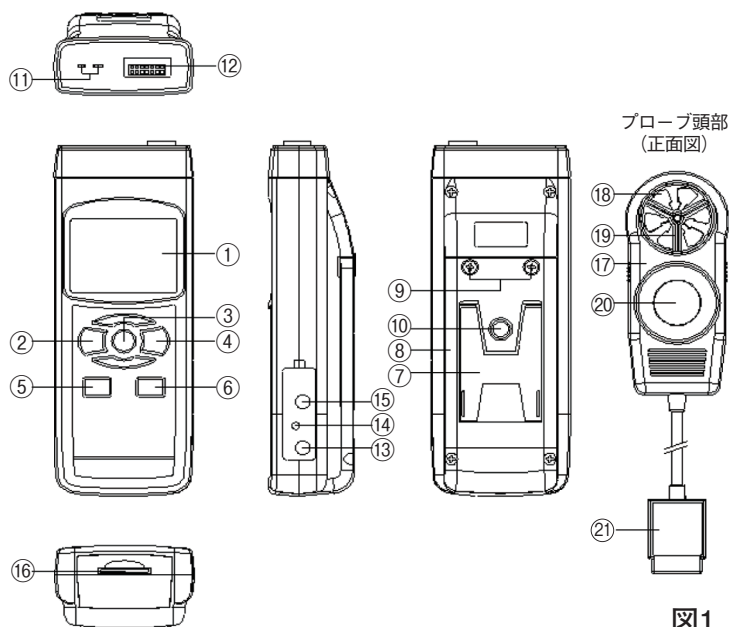

図1
まず初めに、データロガー等の機能を有効にするために、現在時刻等の設定等を行う必要があります。POWER(電源)ボタン(②、図1)を押して、本器の電源を入れます。また、このボタンを2秒以上長押しすると電源が切れます。
電源を入れた状態でSETボタン(⑤、図1)を2秒以上長押しすると「SET dAtE」と表示部(①、図1)に表示され、「初期設定」モードに入ります。そしてNEXTボタン(③、図1)を一回ずつ押す毎に下記の7つの設定画面に切り替わります。
備考: 「初期設定」機能を実行中にESCボタン(②、図1)を押すと、「初期設定」機能が終了し、通常測定画面に戻ります。
- (1) ENTERボタン(④、図1)を1回押します。▲ボタン(⑥、図1)または▼ボタン(⑤、図1)を押して、値を調整してください。希望する値を設定し、再度ENTERボタン(④、図1)を一度押すごとに、次の値の調整に移ります。最初に年(yy)の値を設定し、次に月(mm)の値を設定し、さらに日(dd)、時間(h)、分(m)、秒(s)へと移行します。
- (2) 最後に、ENTERボタン(④、図1)を一回押します。
- (1) ▲ボタン(⑥、図1)または▼ボタン(⑤、図1)を使用して上段に表示されるテキストを「bASIC」または「Euro」に設定します。
- (2) 最後に、ENTERボタン(④、図1)を押します。
- (1) ▲ボタン(⑥、図1)または▼ボタン(⑤、図1)を使用して上段に表示されるテキストを「yES」または「no」に設定します。
(2)最後に、ENTERボタン(④、図1)を押します。
- (1)▲ボタン(⑥、図1)または▼ボタン(⑤、図1)を使用して表示部(①、図1)左下に表示される値を「K」または「J」に設定してください。
- (1)▲ボタン(⑥、図1)または▼ボタン(⑤、図1)を使用して下記のいずれかの値に設定します。
(2)最後に、ENTERボタン(④、図1)を一度押します。
- (1) ▲ボタン(⑥、図1)または▼ボタン(⑤、図1)を押して、上段に表示されるテキストを「yES」または「no」に設定してください。
- (2) 上の値を「yES」に設定し、ENTERボタン(④、図1)をもう一度押すと、画面には「yES Ent」というテキストが表示されるので、本当にSDカードのフォーマットを実行する場合はもう一度ENTERボタン(④、図1)を押し確定してください。SDカードのフォーマットが行われ、SDカードに保存されている既存のデータが消去されます。
上の値を「no」に設定し、ENTERボタン(④、図1)を押した場合、SDカードはフォーマットされません。
- (1) POWER(電源)ボタン(②、図1)を押して本器の電源を入れます。
- (2) 本器は、以下の4つの測定モードを選択することができます。
FUNC. ボタン(③、図1)を長押しすると、以下の測定モードに順番に切り替わります。
- (1) POWER(電源)ボタン(②、図1)を押して、本器の電源を入れます。
- (2) 測定モードを"An"(風速/温度の測定)に切り替えます。
- (3) プローブプラグ(⑫、図1)をプローブソケット(⑬、図1)に差し込みます。
- (4) プローブ頭部(風速/湿度/温度/照度)(⑰、図1)を手で持ち、測定する風の向かってくる方向に風速ベーン(⑱、図1)を垂直に向けてかざします。
- (5) 表示部(①、図1)の上段に風速の測定値が表示され、下段には測定対象の風の温度が表示されます。
- (6) 風速単位は以下の方法で切り換えが可能です。
Unitボタン(④、図1)を長押しすると風速の単位が下記のように切り替わります。
設定したい単位に切り替わったところで、Unitボタン(④、図1)から指を離します。